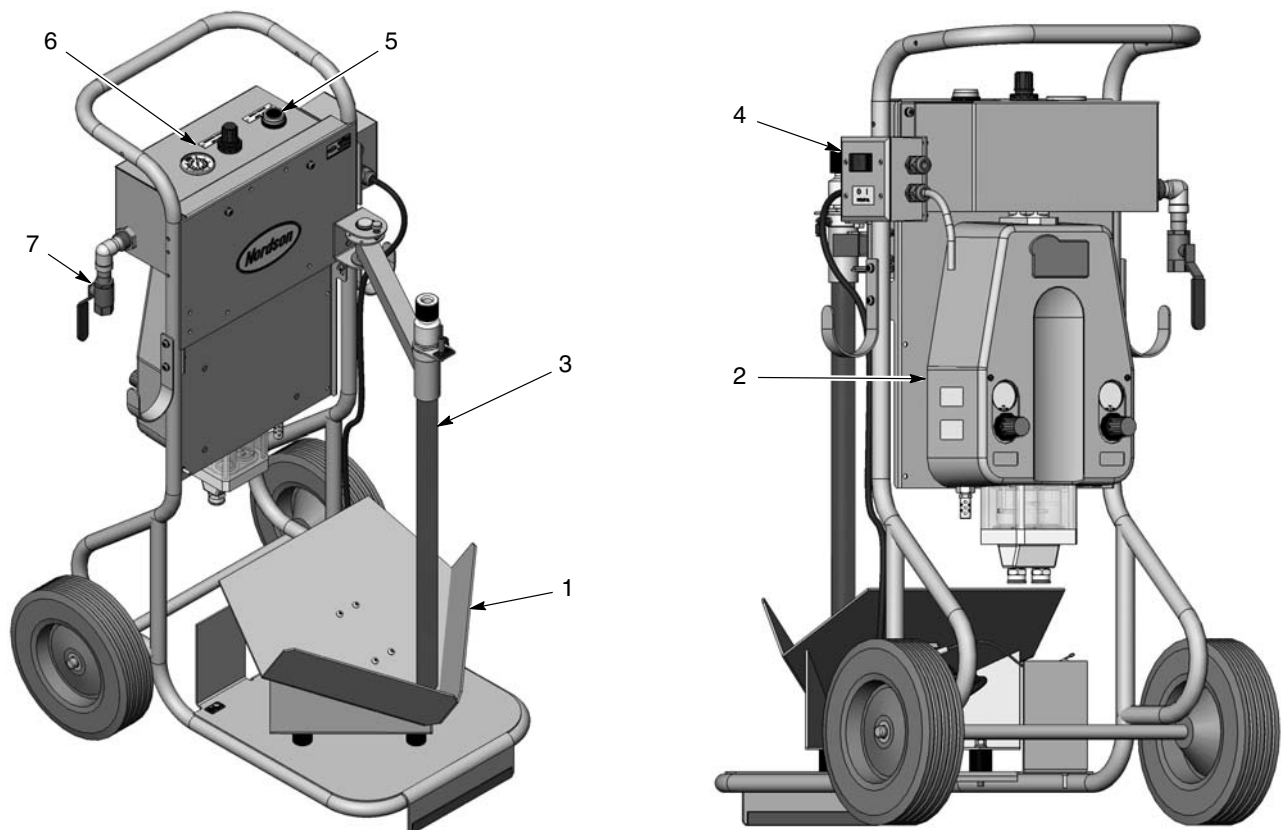

Рис. 1 Компоненты передвижной системы разгрузки коробок Prodigy
8. Для продувки насоса, всасывающих и транспортирующих шлангов нажать и удерживать кнопку продувки на пневматической панели (см. рис. 1).